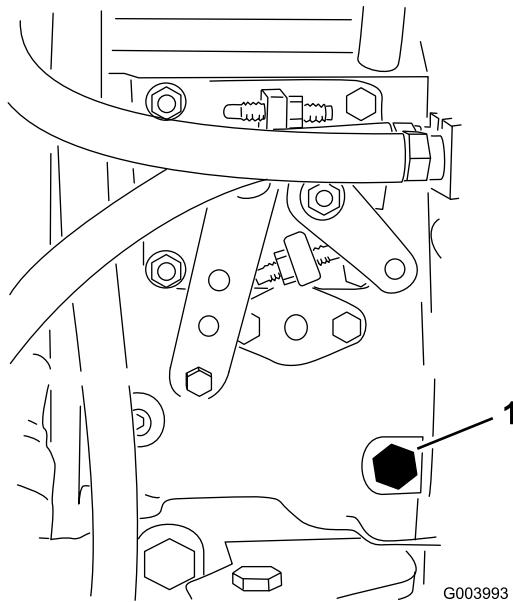

Figure 37
- Desserrez la vis de purge sur la pompe d'injection (Figure 37) à l'aide d'une clé de 12 mm.